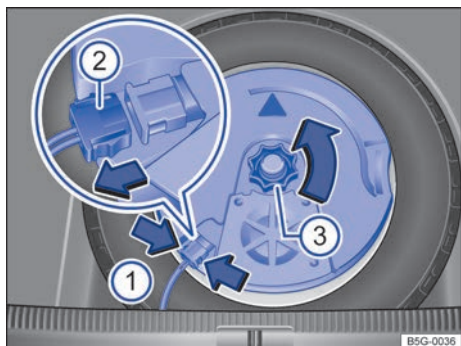

Fig. 216 En el maletero: desmontar el subwoofer (variante 1).
- Para desbloquear el conector \Rightarrow fig. 216 (2), comprima los encastres \Rightarrow fig. 216 (flechas 1).
- Desacople el conector (2) y deje el cable a un lado.
- Desenrosque la ruedecilla (3) en el sentido de la flecha.
- Acople el conector \Rightarrow fig. 216 (2) hasta que encastre de forma audible.
- Enrosque la ruedecilla (3) en el perno roscado en el sentido contrario al de la flecha hasta que el subwoofer quede bien fijado.